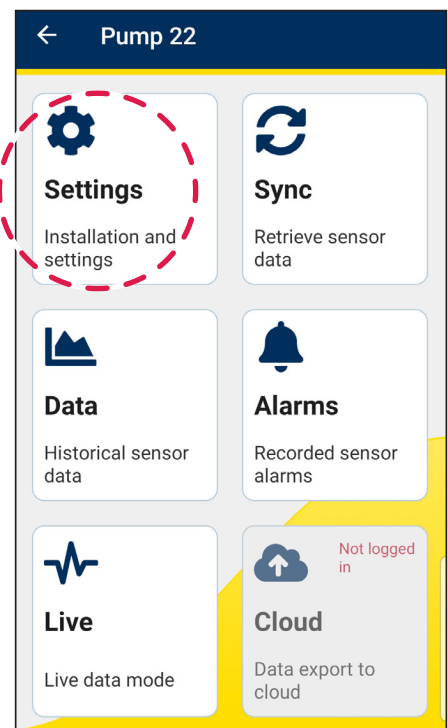

Abbildung 27
2. Wählen Sie **Einstellungen** aus (siehe Abbildung 27).